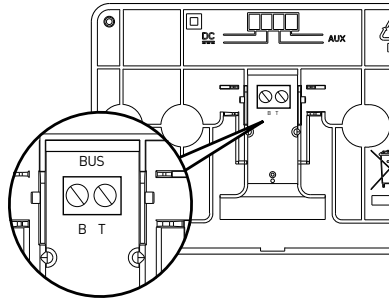

fig. 1
### Attivazione di TD e TC in un sistema di riscaldamento base. (fig.1)
- aprire i fori necessari per il fissaggio (fig.1)